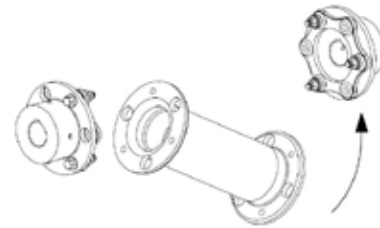

Figura 3 - Coloque el espaciador entre los cubos.
- 3.1. Coloque el separador entre los cubos como se muestra en la figura 3.